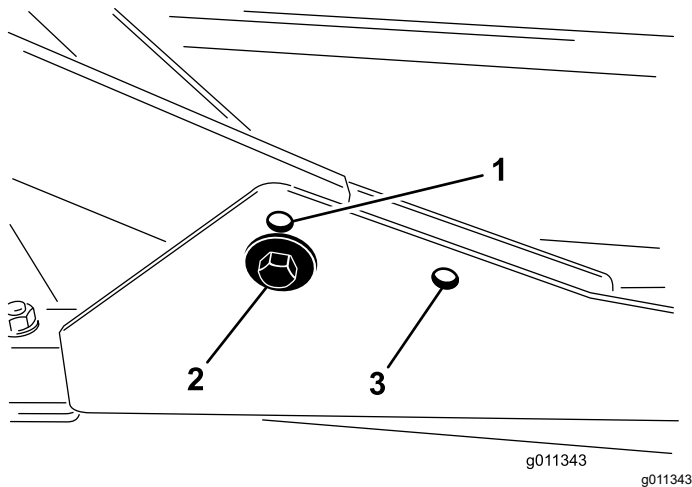

Рисунок 7
- Для высоты скашивания в диапазоне от 2,0 до 7,6 см передние несущие рамы следует закрепить в нижних передних монтажных отверстиях (Рисунок 7).
закрепить в верхних передних монтажных отверстиях (Рисунок 7).
Закрепите задний режущий блок в задних монтажных отверстиях для любой высоты скашивания (Рисунок 7).